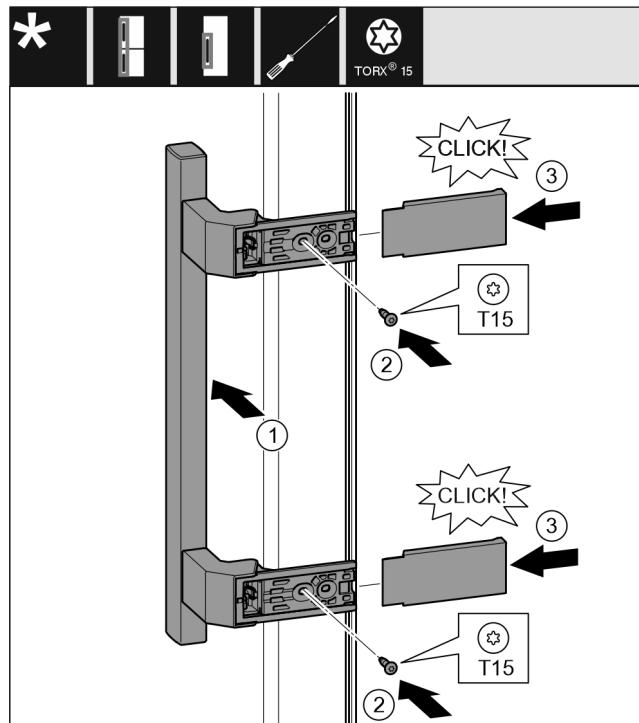

Fig. 20
- Εφαρμόστε τη λαβή στην απέναντι πλευρά. Fig. 20 (1)
- Σφίξτε τις βίδες με κατσαβίδι T15. Fig. 20 (2)
- Εφαρμόστε στο πλάι τα καλύμματα και τοποθετήστε τα. Fig. 20 (3)